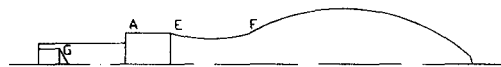

图 1-10 绘制孔轮廓线
(11) 绘制左端面的孔: 单击修改工具栏中的“偏移”按钮，将左端面线向右偏移 6，将中心线向上偏移 4.5，两线相交于 G 点，单击绘图工具栏中的“直线”按钮，起点选择 G 点，要是指定第二点时用极坐标表示，输入@10<-60 后按 Enter 键结束“直线”命令，单击“修剪”按钮将超出的线截掉。得到如图 1-10 所示的图形。